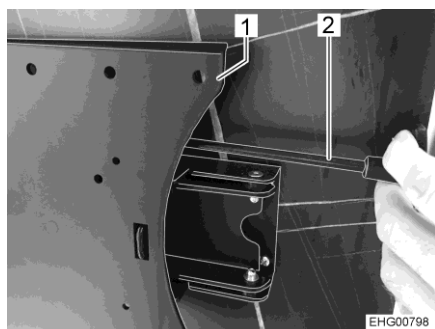

Fig. 81 Support mural
- Positionner :** ■ Tirer le levier de déverrouillage (Fig. 81,2) et faire pivoter le support (Fig. 81,1) avec l'écran plat dans la position souhaitée.